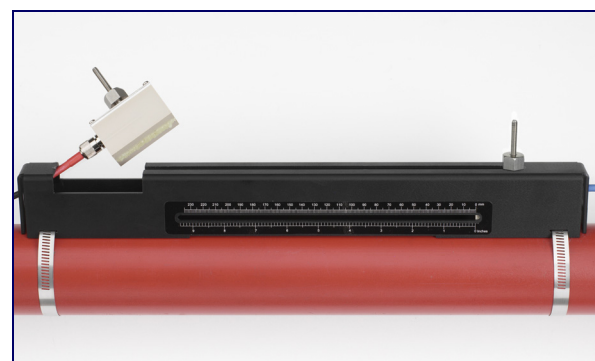

Figure 2.12
8. Faire passer le câble de signal en amont (rouge) à travers l'extrémité gauche du rail de montage et le connecter au second transducteur (Figure 2.12).